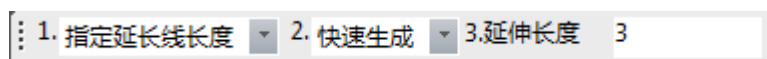

图 2-48 中心线立即菜单
1) 调用【中心线】功能，弹出如图 2-48 所示的立即菜单。